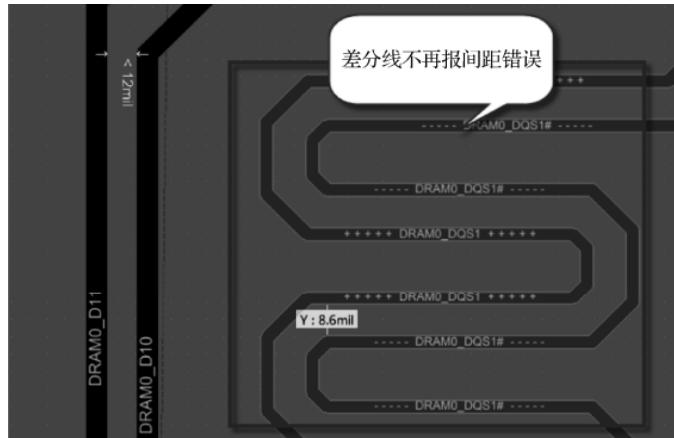

图 12-25 走线间距规则报告
(3) PCB 规则及约束编辑器中存在高级工具菜单栏，包含“+”“-”“*”等。这些可用于编辑高级规则，这其实和编写 C 语言代码类似。由于高级代码的使用频率较低，在此不做说明，如果读者想了解可以参考 Altium Designer 的官方文档，弄清楚每一个代码的含义再进行编辑。在此，在自定义代码编辑框中输入“istrack>(InDifferentialPairClass('All Differential Pairs'))”，表示的含义是不包含差分走线的导线。
(4) 在“Where The Second Object Matches”栏中适配“IsTrack”，那么整个规则的含义表述为除差分线外的导线和导线之间的距离。
(5) 按快捷键“TDR”，重新运行 DRC，可以得到如图 12-25 所示的结果，差分线之间的间距只有 8.6mil，不满足设计的 3W 原则 12mil，但是不再进行报错。